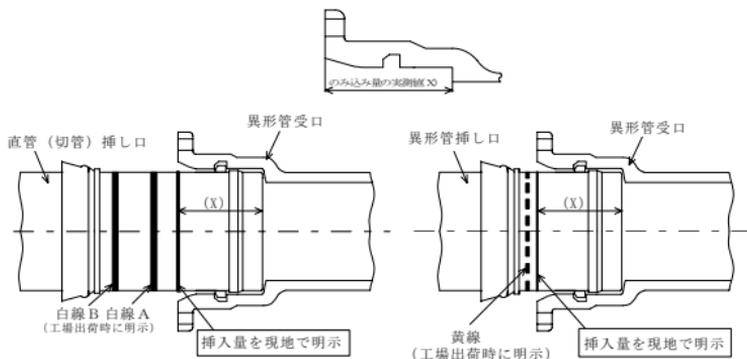

図 25 挿入量の明示
挿し口を受口へ挿入する前に、異形管受口端面から受口奥部までの、のみ込み量の実測値 (X) を測定する。それを挿し口の挿入量 (X) として挿し口外面全周に白線で明示する (図 25 参照)。